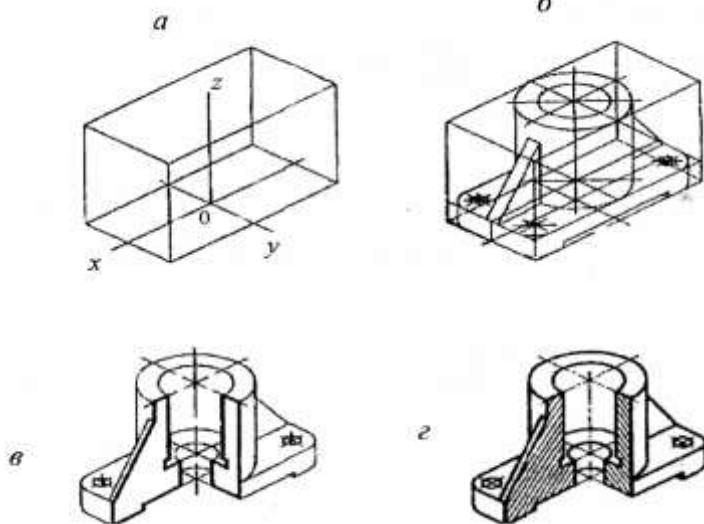

Рис.19
*Последовательность вычерчивания прямоугольной изометрической проекции детали по чертежу с вырезом части (четверти) показана на рис. 19 а, б, в, г*